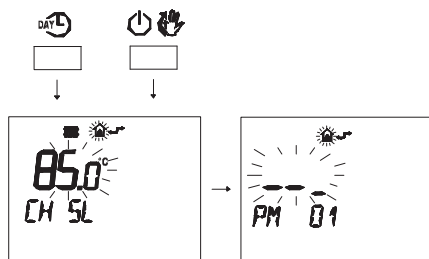

Figura 5.43
- Premere contemporaneamente i pulsanti **DAY** e **POWER** per entrare nella programmazione trasparente (Figura 5.43).